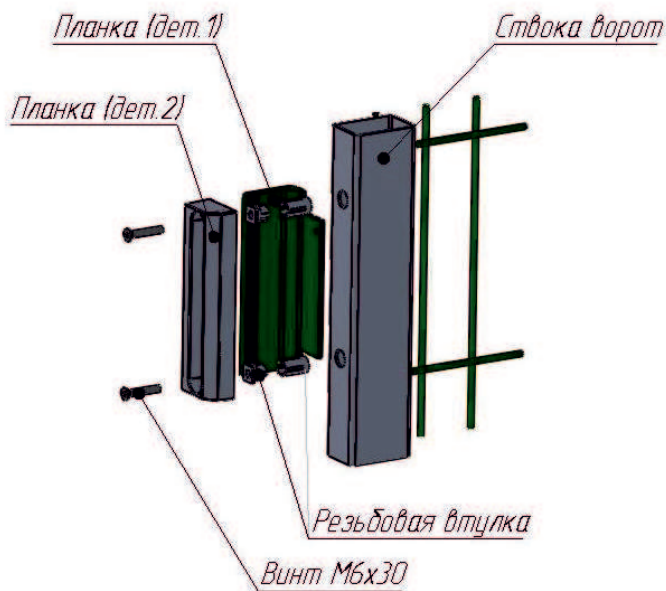

рис.4
2.4.2. Закрепить элементы притворной планки с помощью винтов М6х30 к створке ворот . (рис.4). Внешний вид притворной створки ворот с закрепленной планкой будет выглядеть следующим образом: